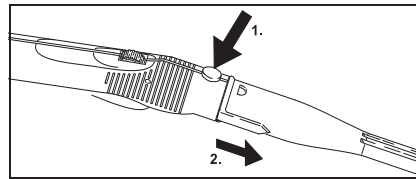

Abb. 9
- Zum Trennen der Zubehörteile die Entriegelungstaste (C2 bzw. G2) drücken und die Teile auseinander ziehen (siehe Abb. 9).